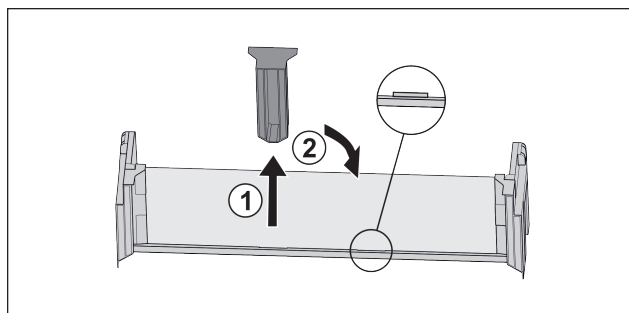

Fig. 28
- ▶ Stáhněte prostřední přídržný díl Fig. 28 (1).
- ▶ Vložte prostřední přídržný díl do druhé polohy Fig. 28 (2).